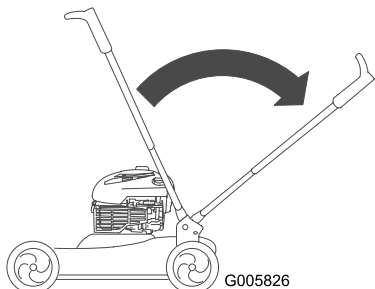

Figura 47
4. Per aprire la stegola, riportatela in posizione di servizio (Figura 47).